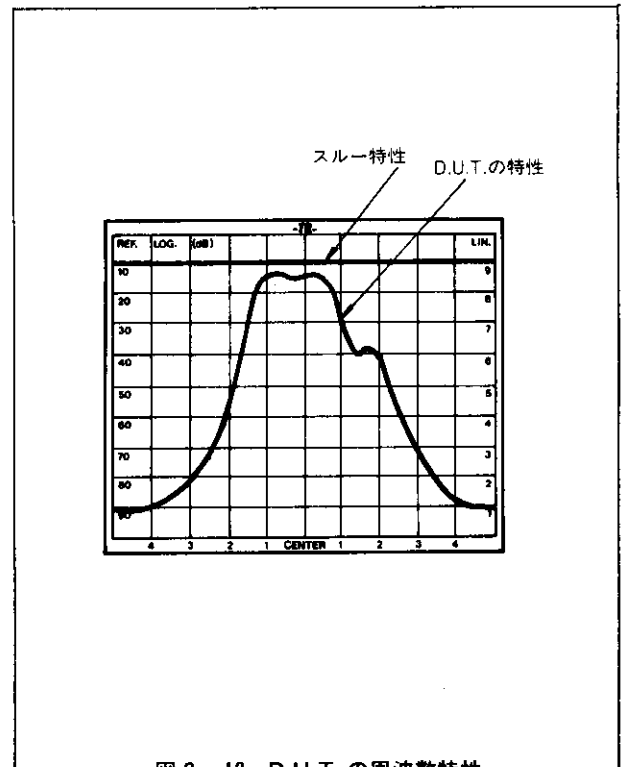

図 2-13 D.U.T. の周波数特性
3. スルー特性に対して被測定物を入れると、〔図 2-13〕 に示しますような特性が得られます (図はバンド・パス・フィルタの例です)。